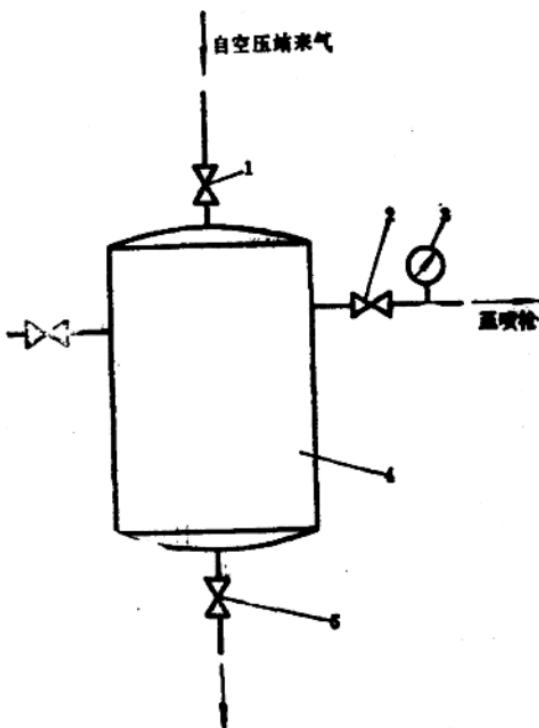

图 1.1-3 简易油水分离器示意图
3. 空气压缩机或空气压缩站 它是产生压缩空气的设备。空气压缩站通向施工场所的管路末端，应装有压力表和调节气压的减压阀以及油水分离装置。简易油水分离器示意图，如图 1.1-3 所示。